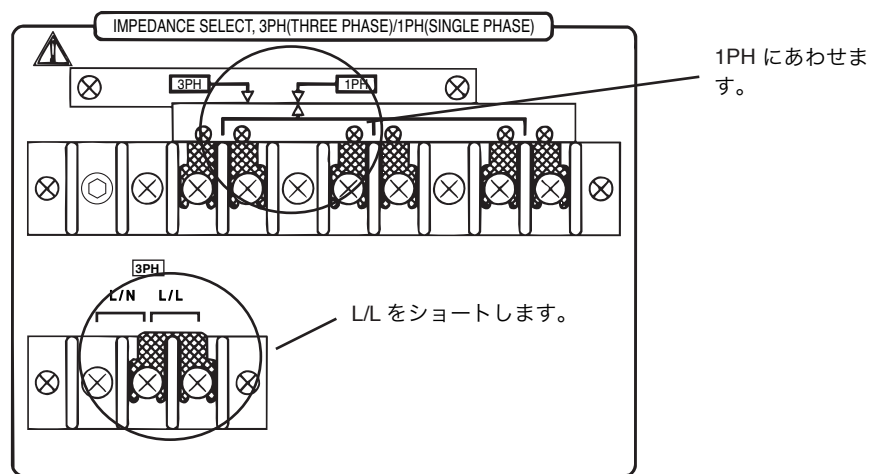

図 2-1 単相回路の設定
2. 端子盤の接続が図 2-1 のように設定されているか確認します。